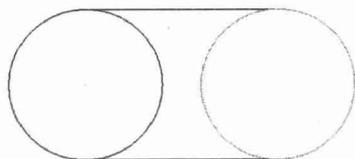

图 1-11 绘制线段 (2)
(3) 使用同样的方法绘制两圆下部的切线，如图 1-11 所示，然后按 **Esc** 键退出直线工具。